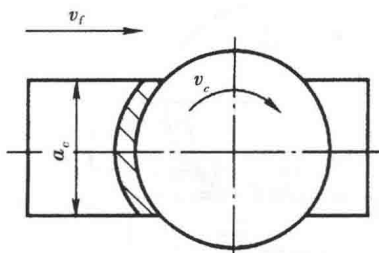

图 1-3 对称铣削示意
(3) 对称铣削 (如图 1-3 所示): 铣刀位于工件宽度的对称线上, 切入和切出处的铣削厚度最小又不为零, 因此, 对铣削具有冷硬层的淬硬钢有利。其切入边为逆铣, 切出边为顺铣。